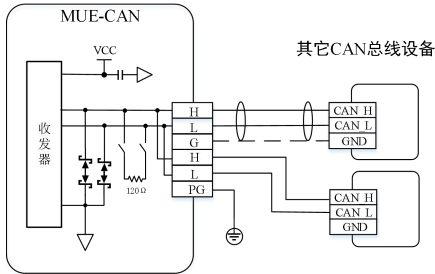

图 5-1 MUE-CAN 外部接线图
- 用户端子布线要求，请见图 5-1 所示。布线时必须要注意的事项：
- ① 通信电缆最好使用双绞屏蔽电缆，电缆应远离动力电源线。
- ② 主站端和从站最后一个节点需要接 120 欧姆的终端匹配电阻。
- ③ CAN 设备长距离通信时，须将不同 CAN 设备的信号地相接，以保证不同通信设备之间参考电位相等。